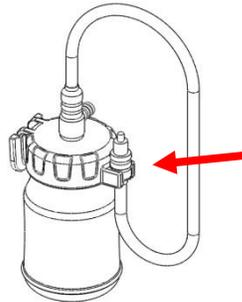

Figure 5.
2. Installer le connecteur sur l'étrier coinçant le connecteur situé sur le bouchon (voir Figure 5).